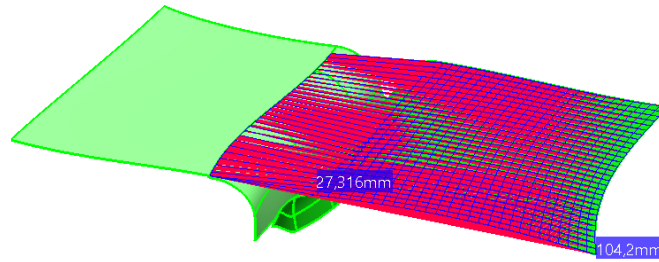

Figura 2.163 Ejemplo de análisis con Source y Tarjet Extension -> None.
- **None: No extension of the Source/Target:** el origen “Source” y /o el destino “Tarjet” no se extenderán. La desviación se calcula directamente en relación con el objeto de geometría seleccionado (Figura 2.163).